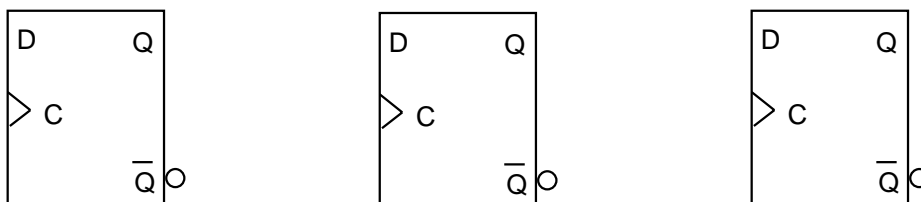

Abbildung 8: Synchroner Zähler
- Entwerfen Sie einen synchron Zähler mit D-Latches. Die Zählfolge soll dabei (001→101→110→010→011→111) zyklisch durchlaufen. Füllen Sie dafür die Wahrheitstabelle 2 (Anhang) vollständig aus. Geben Sie die logischen Funktionen für D0 bis D2 an. Minimieren Sie diese Funktionen mit Hilfe von KV-Diagrammen (Abbildung 7). Vervollständigen Sie den Zähler in Abbildung 8.